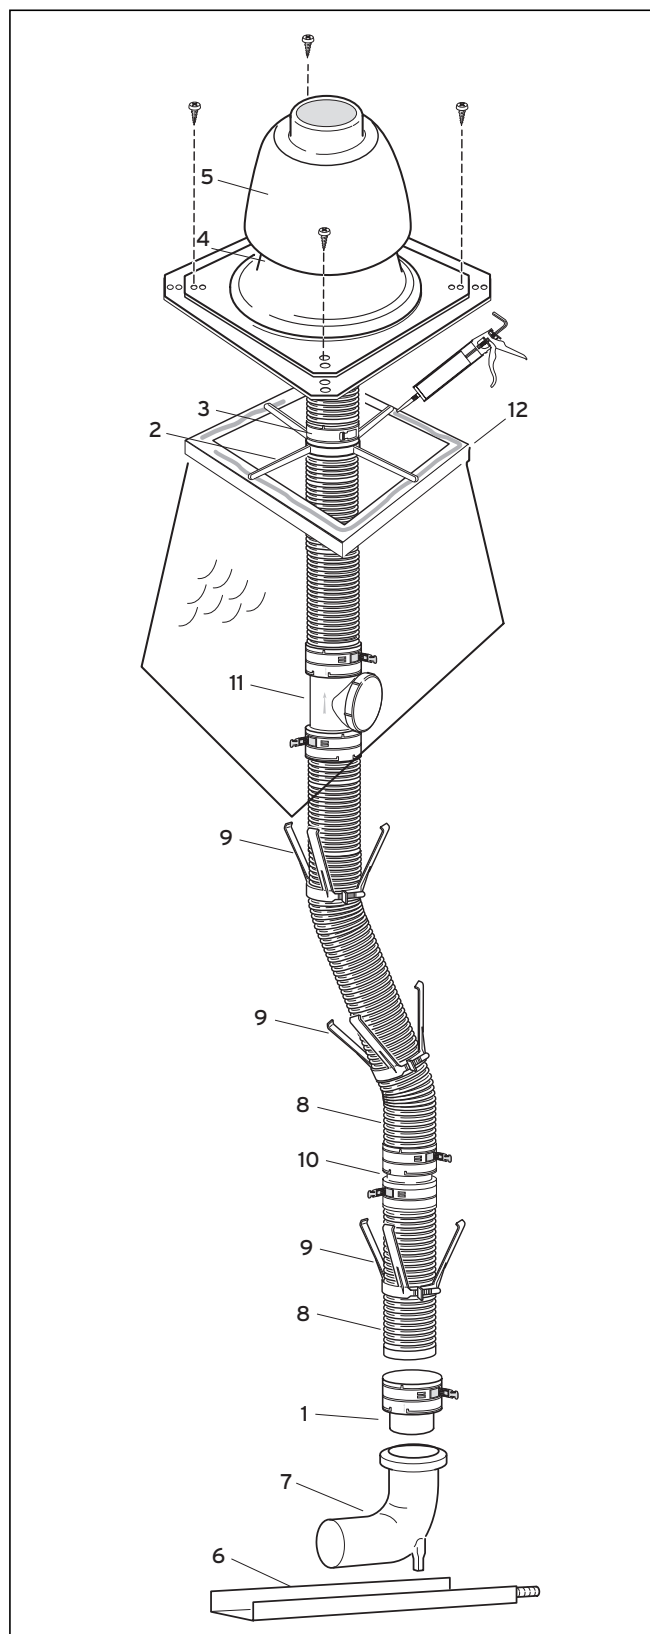

Рис. 4.27 Системная конструкция гибкого дымохода
- Вставьте нижний конец дымохода (8) до упора во вставной элемент (1) и закрепите его защелками.
- Установите на дымоход ограничитель (9, рис. 4.27) на расстоянии не более 2 м.
- Вставьте монтажную крестовину (2) по дымоходу (8) на стенку шахты, см. рис. 4.27.
- Наденьте соединительное кольцо (3) на дымоход (8) и зафиксируйте его защелками над монтажной крестовиной (2). Дымоход висит в монтажной крестовине.
- Уплотните края горловины шахты (12) силиконом.